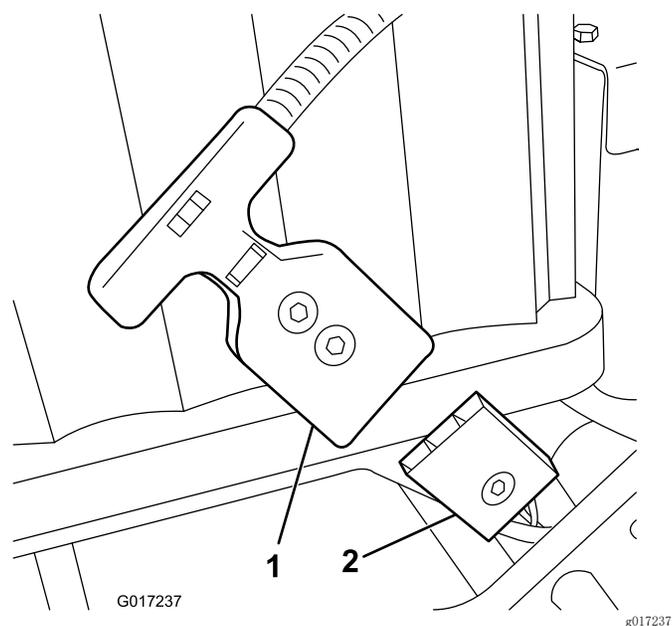

图 16
**注意：** 如果您无法在电池组安装后使电池组插座与机器线束插头对齐，则可以选择先将线束连接至电池组，然后再安装电池组。从电池基座上拔下主电源接头 (图16)。按照说明将接头安装到电池上。将电池安装到基座，附带的线束穿过相应的孔，然后使用之前卸下的紧固件，将主电源接头固定到电池基座上。
- 将主线束上的 T 形手柄接头连接到电池基座的主电源接头上（图 16）。